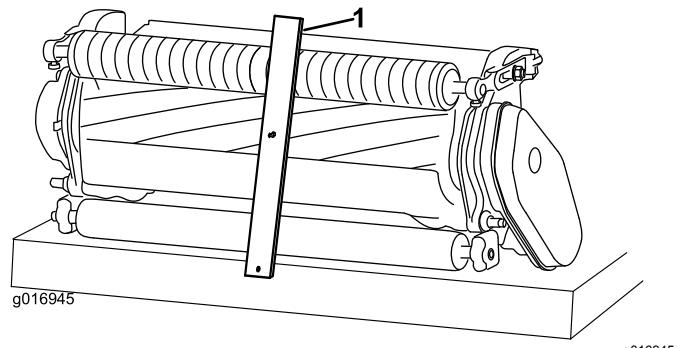

図 11
3. ゲージバーのねじの頭を下刃の先端に引っかけ、バーの後端を後ローラに当てがう図 11。